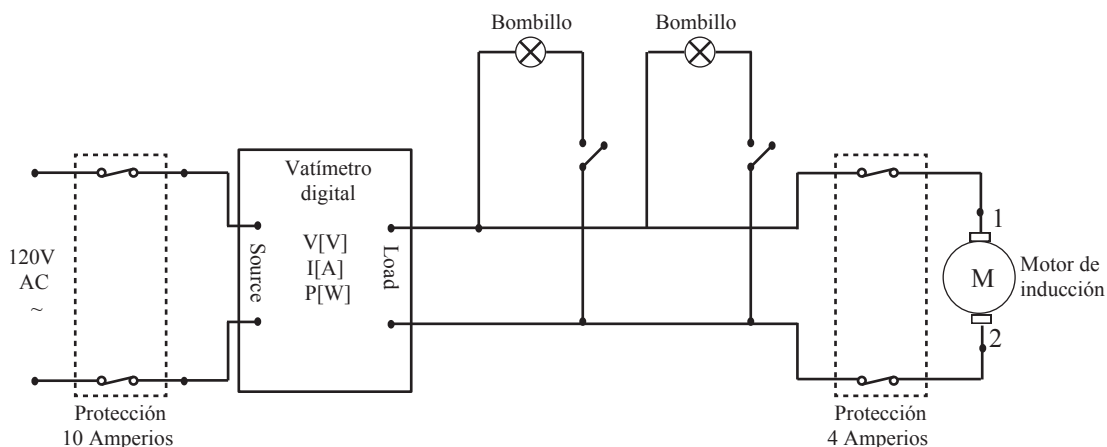

Figura 12: Representación de una instalación eléctrica
1. Realice el montaje del circuito de la figura 12.